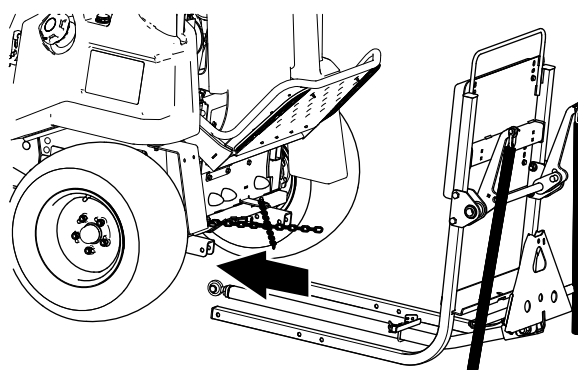

Figure 11
2. Fixez la patte de butée de remorquage sur la barre d'attelage à l'aide d'un étrier fileté et de 2 contre-écrous (5/16 po), comme montré à la Figure 11.
- Glissez le cadre de levage d'accessoire arrière sous la machine (Figure 11).